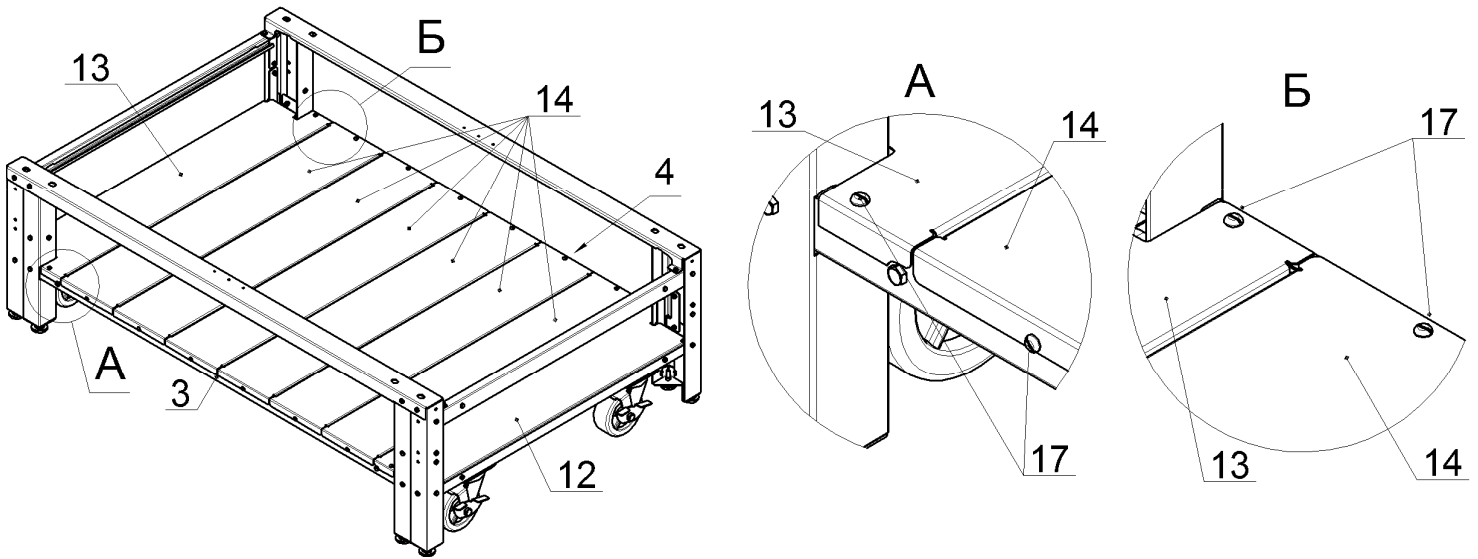

Рис.9
9. Закрепить винтами М5, поз.17 на профиле лицовом, нижнем, поз.3 и профиле заднем, нижнем, поз.4, в первую очередь сегменты полки правый и левый, поз.12 и 13, затем сегменты полки центральные, поз.14, как показано на рис.9. Окончательно затянуть все гайки и винты: